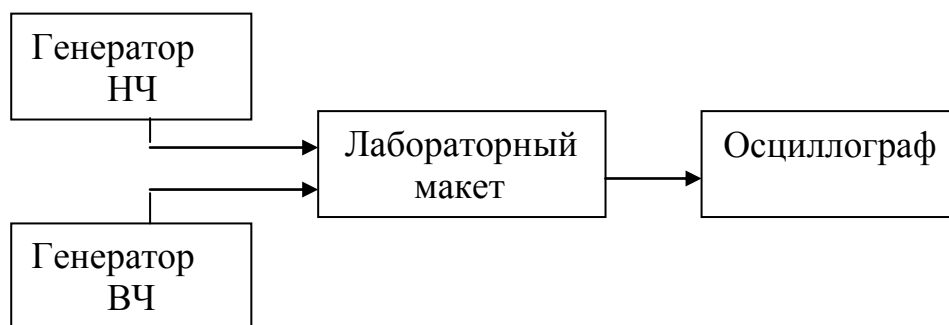

Рис. 9
Структурная схема лабораторной установки приведена на рис. 9.
1. Собрать схему лабораторной установки в соответствии с рис. 9. Подключить к гнездам «Вх.1» лабораторного макета генератор ВЧ, к гнездам «Вх.2» - генератор НЧ, к гнездам « U_0 » - вольтметр постоянного напряжения, к гнездам «Вых.1» - осциллограф.